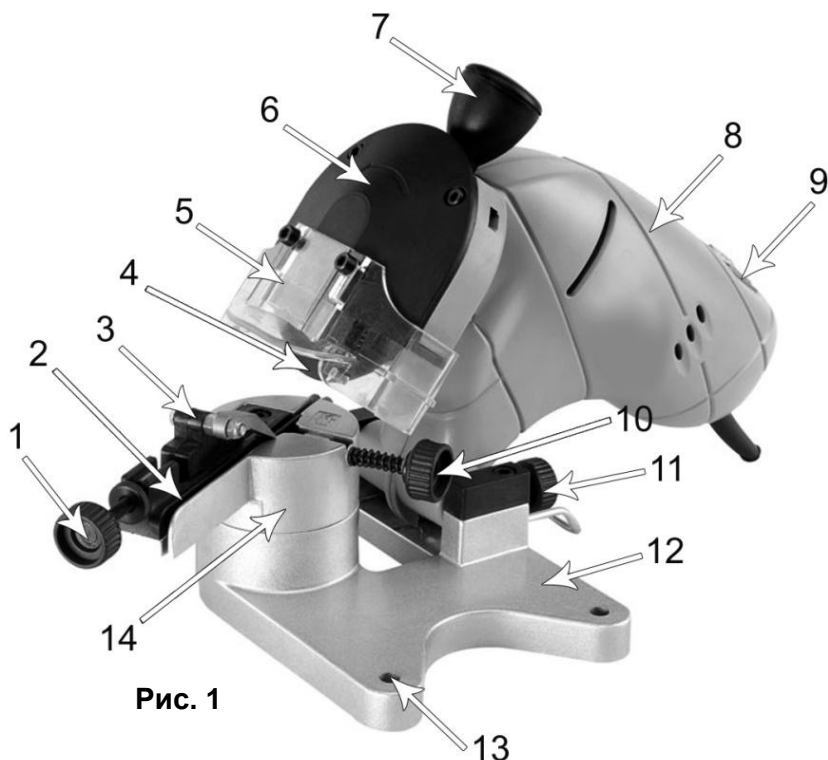

Рис. 1
- Закрепите основание на верстаке при помощи болтов М8х80 сквозь монтажные отверстия (13)(См. Рис.1) в основании.
- Чтобы включить инструмент, нужно перевести выключатель (9)(См. Рис.1) в положение «ВКЛ» (ON).
- Чтобы выключить инструмент, нужно перевести выключатель (9)(См. Рис.1) в положение «ВЫКЛ» (ON).
- Заточивайте зубья цепи, слегка прижимая абразивный диск книзу, используя рукоятку (7)(См. Рис.1).
- Для замены абразивного диска необходимо снять подвижный щиток (5)(См. Рис.1), после чего снять защитный кожух (6)(См. Рис.1).